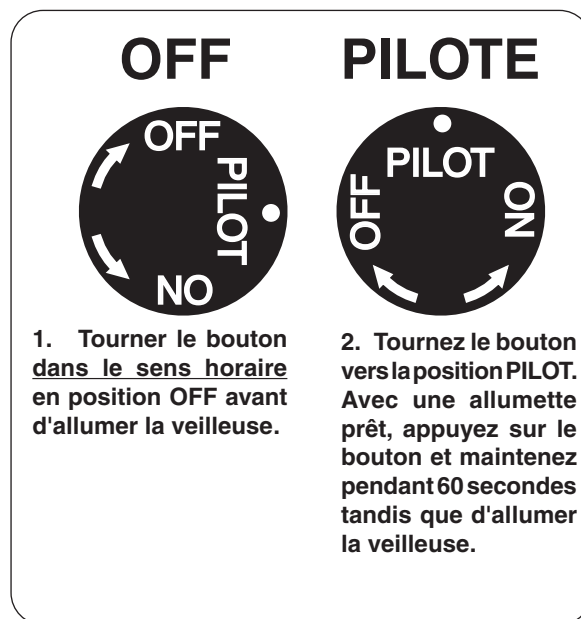

Fig. 24-1 Détail bouton de commande (OFF, PILOTE)
- 1.** Localiser la vanne sur le côté de l'appareil. Appuyer sur le bouton légèrement de contrôle du gaz et tourner dans le sens horaire à **OFF** (Fig. 24-1).
- 2.** Tournez le bouton de réglage dans le sens antihoraire pour **PILOTE** (Fig. 24-1). Appuyez sur le bouton de commande **fermement et pleinement** enfoncée. Mantenga partido largo chimenea o un encendedor cerca del termopar a encender el piloto. Continúe a tenir le bouton de commande pendant environ 60 secondes après que le pilote est allumé, puis relâchez le bouton. Le pilote reste allumé.